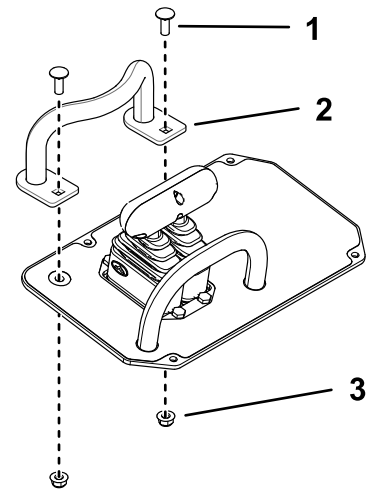

Figura 23
4. Instale el asa nueva con 2 pernos y 2 tuercas (Figura 23).